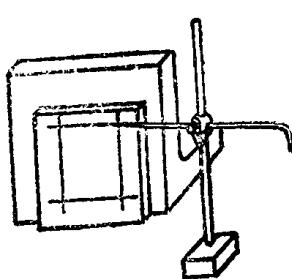

图 2-12 用划针盘划平行线
3) 用平台、划针盘划平行线 如果工件可以垂直安放在划线平台上（紧靠方箱或直角铁的垂直面），可用划针盘或高度游标尺按所需尺寸划出（见图2-12）。